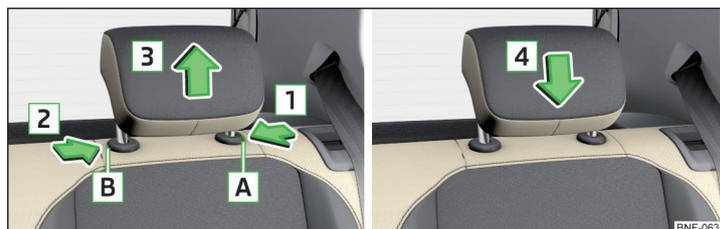

Fig. 54 Extraer / introducir el reposacabezas
- Mantener la tecla de seguridad [A] en el sentido de la flecha [1], al mismo tiempo presionar con la llave del vehículo la tecla de seguridad en la apertura [B] en el sentido de la flecha [2] y retirar el reposacabezas en el sentido de la flecha [3] » fig. 54.